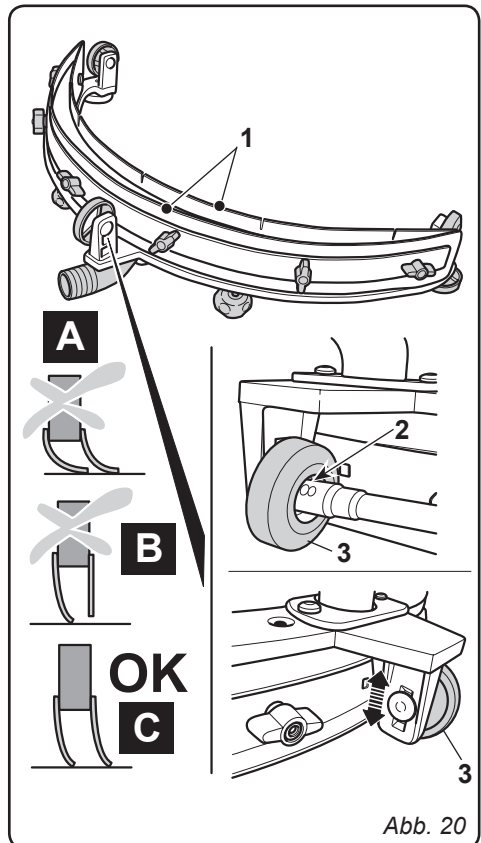

Abb. 20
11.1.g - Druckeinstellung der Wischergummis (Abb. 20)
- Den Druck kontrollieren, den die Wischergummi (1) auf dem Boden hinterlassen:
11.1.h - Auswechslung der Sicherungen (nur Ausführung CB) (Abb. 20)